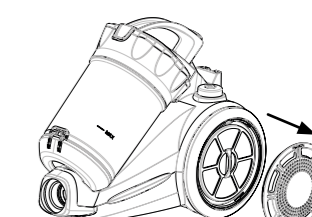

fig. 7
- Remova a calota da roda (Fig.7) e em seguida o filtro localizado dentro da mesma.